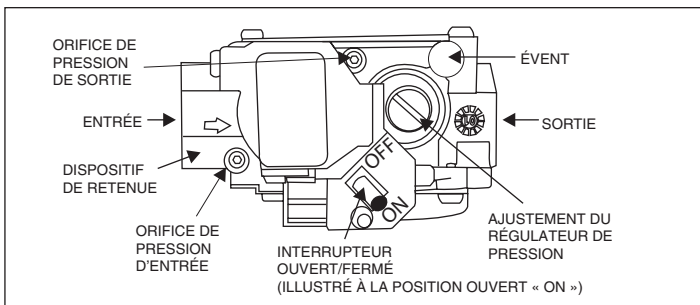

FIGURE 4 : Valve à gaz
- Mettez l'interrupteur de commande de gaz à la position FERMÉ (« OFF »). Ne forcez pas. Référez-vous à la figure 4.
- Mettez l'interrupteur de commande de gaz à la position OUVERT (« ON »). Ne forcez pas. Référez-vous à la figure 4.
- Si l'appareil ne fonctionne pas après trois (3) tentatives d'allumage, suivez les instructions intitulées « POUR ÉTEINDRE L'APPAREIL » et appelez votre technicien d'entretien ou votre compagnie de gaz.
- Mettez l'interrupteur de la commande de gaz à la position FERMÉ (« OFF »). Référez-vous à la figure 4.
3. Assurez-vous que le commutateur ON/OFF de la valve à gaz est en position on. Référez-vous aux figures 4 et 5.